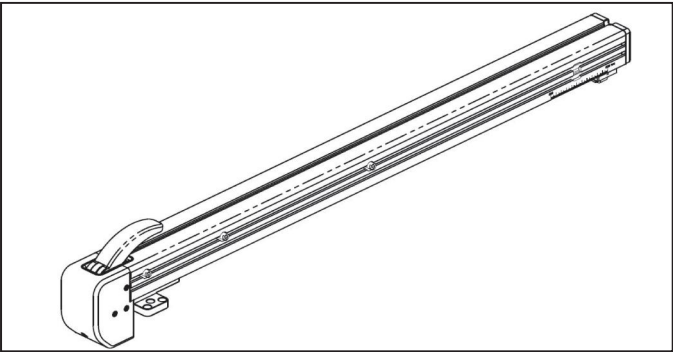

图 9-2
- (1) 准备一个新的轴承 6003-2Z (GB/T 276)。
- (2) 按章节 7.1 (1) 操作,拆下靠山本体组件,如图 9-2。